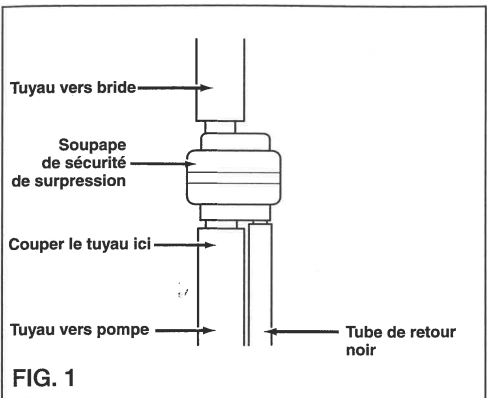

FIG. 1
- A) Couper le tuyau reliant la pompe à la soupape de sécurité de surpression (figure 1).